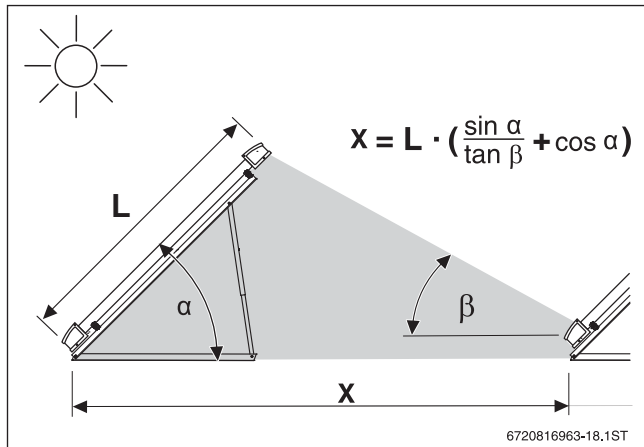

Bild 228 Vermeidung von Verschattung, Flachdachmontage
- Abstand X aus Tabelle 116 entnehmen oder mit der Formel aus Bild 228 ermitteln.
- Damit keine Verschattungen auftreten, bei mehrreihigen Feldern den Abstand X einhalten (→ Bild 228).